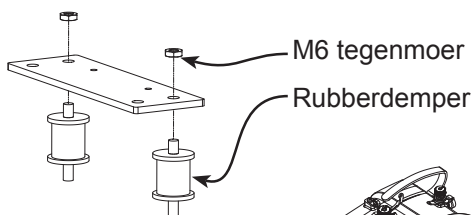

Fig. 5-2
5-2: Steek het korte eind van de rubberdempers (2) in de gaten van elke eerder verwijderde bevestigingsplaat, zoals te zien in Fig. 5-2. Draai tegenmoeren M6 (1) vast op het einde van elke bout met 10mm moersleutel.